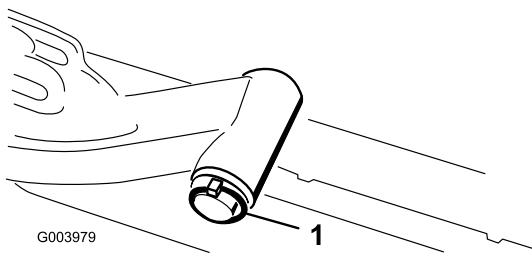

図 9
- A. 昇降アームのピボット・シャフトを昇降アームに固定しているリンク・ピンとワッシャを外し、昇降アームからピボット・シャフトを抜き出す（図 9）。
- C. 昇降アームのシャフトを昇降アームに差し込み、ワッシャとリンク・ピンで固定する（図 9）。